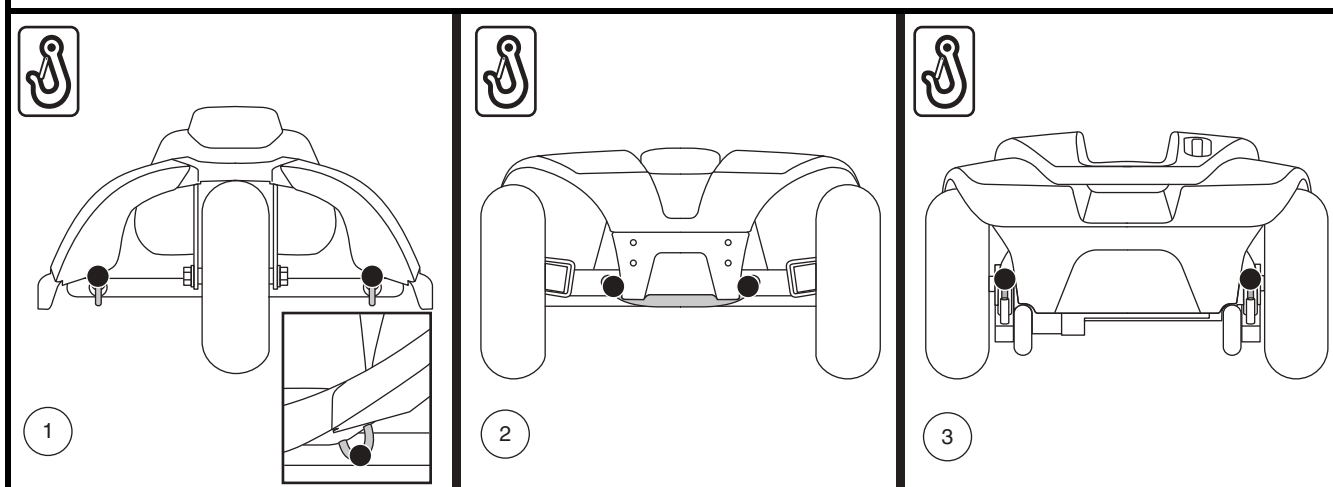

Figure 7. Points d'ancrage (indented with black dots)
Le scooter doit toujours être ancré face à l'avant du véhicule. Fixez les quatre (4) courroies aux points d'ancrage désignés sur le scooter. **Voir la figure 7.** Serrez-bien les courroies pour retirer le jeu excessif. N'attachez jamais le scooter par ses composantes réglables ou mobiles tels que les accoudoirs, capots ou roues. Ces articles devraient être enlevés. Positionnez les points d'ancrage arrière des courroies directement derrière le scooter. Les points d'ancrage avant sont disposés plus loin de chaque côté du scooter afin d'augmenter la stabilité latérale.